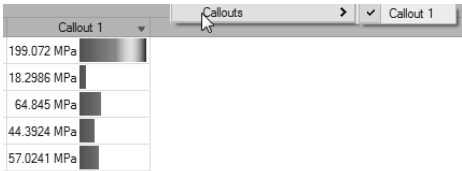

图 16-14
- 用鼠标右键单击表中的一个列标题，然后选择 **Callout**→**Callout 1**，将其作为一列添加到表中，如图 16-14 所示。